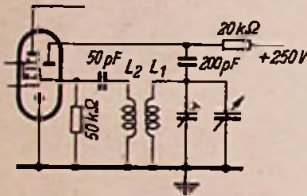
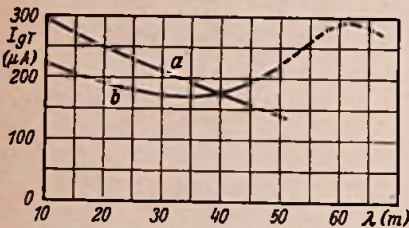

Bild 1. Übliche Oszillatorschaltung für den Kurzwellenbereich
Bild 2. Abhängigkeit des Oszillatorkitterstromes von der Wellenlänge
Bild 1 zeigt die übliche Oszillatorschaltung. Bei 6 MHz beträgt der Resonanzwiderstand des Oszillatorkreises etwa 5 kΩ, während er bei 20 MHz bis auf etwa 15 kΩ ansteigt. Die üblichen Mischröhren benötigen für größte Mischsteilheit und geringstes Rauschen eine Oszillatorspannung ( $I_{gr} \times R_{gr}$ ) von etwa 10 V, also bei
a) für die Schaltung nach Bild 1 (Schwankung + 45% bis -30% vom Sollwert 200 µA)
$R_{gr} = 50 \text{ k}\Omega$  einen Gitterstrom von  $I_{gr} = 200 \text{ }\mu\text{A}$ . Bei der in Bild 1 dargestellten Schaltung erfordert dies eine sehr feste Rückkopplung. Deshalb wird meist die Windungszahl der Rückkopplungsspule ebenso groß gemacht wie die der Schwingkreisspule. Trotzdem bleibt der Gitterstrom bei 6 MHz noch erheblich unter dem günstigsten Wert, so daß die Mischsteilheit absinkt, das Rauschen steigt und der Anodenstrom der Oszillatortriode in vielen Fällen den mit Rücksicht auf die Lebensdauer zulässigen Höchstwert von etwa 6 mA überschreitet. Andererseits ist die Rückkopplung dann am kurzwelligen Ende (20 MHz) zu fest, so daß die Gefahr des Überschwingens (periodisches Aussetzen des Oszillators durch Auftreten von Kipp-schwingungen) besteht und der Gitterableitwiderstand verringert werden muß. Eine zu große Oszillatoramplitude hat außerdem vermehrte Pfeifstellen zur Folge. Durch die feste Rückkopplung wird die Änderung der Gitter-Katodenkapazität, die beim Regelvorgang auftritt, praktisch in ihrer vollen Größe auf den Schwingungskreis übertragen, so daß der Schwundausgleich mit einer erheblichen Frequenzverwerfung (meist mehrere kHz am kurzwelligen Ende) verknüpft ist, wenn man nicht auf eine Regelung der Mischröhre im Kurzwellenbereich verzichtet. Es ist schwer, einen günstigen Kompromiß zu finden und wie Kurve a in Bild 2 zeigt, ist auch hierbei noch die Änderung der Oszillatoramplitude etwa 1 : 2.
Eine Schaltung, die die beschriebenen Nachteile nicht aufweist, ist in Bild 3 dargestellt. Die Rückkopplungsspule liegt nicht direkt am Gitter, sondern es ist der Serienresonanzkreis  $L_3, C$  dazwischen geschaltet. Seine Resonanzfrequenz liegt etwas unter der niedrigsten Frequenz des Empfangsbereichs, also bei 4,75 MHz bzw. 63 m, wenn der Empfangsbereich bis 6 MHz bzw. 50 m reicht. Am kurzwelligen Ende, bei 20...25 MHz, ist der Serienkreis praktisch unwirksam, so daß nun die Rückkopplung nur so fest gemacht zu werden braucht, wie es für eine ausreichende Amplitude notwendig ist, d. h. man benötigt nur halb so viel Rückkopplungswindungen wie in der Schaltung nach Bild 1. Der Abfall der Amplitude nach längeren Wellen wird dadurch vermieden, daß bei Annäherung an die Resonanzfrequenz von  $L_3, C$  an  $L_3$  eine überhöhte Spannung auftritt. Die Kurve b in Bild 2 zeigt den bei dieser Schaltung beobachteten Verlauf des Oszillatorkitterstromes. Sie liegt dicht bei dem Sollwert von 200 µA; die Schwankung von etwa 20% ist praktisch bedeutungslos. Ein Vergleich der Kurven a und b zeigt die beträchtliche Verbesserung, die nur eine zusätzliche Spule und einen Kondensator er-
Die Spule  $L_3$  soll möglichst wenig mit  $L_1$  und  $L_2$  gekoppelt sein, man kann sie aber trotzdem ohne Bedenken auf denselben Spulenkörper wickeln. Wenn man die Induktivität von  $L_3$  nicht ausreichend genau vorausbestimmen kann, ist es zweckmäßig, für C einen Trimmer zu benutzen, den man so einregelt, daß das in Bild 2 gestrichelt gezeichnete deutliche Maximum des Gitterstroms bei etwa 4,75 MHz, d. h. 63 m, auftritt. Die Rückkopplungsspule  $L_2$  wird so bemessen, daß bei etwa 20 MHz, d. h. bei 15 m, der Gitterstrom den Sollwert von 200 µA erreicht. Alle genannten Frequenzen sind Empfangsfrequenzen. Die Oszillatorfrequenzen liegen um den Betrag der Zwischenfrequenz höher.